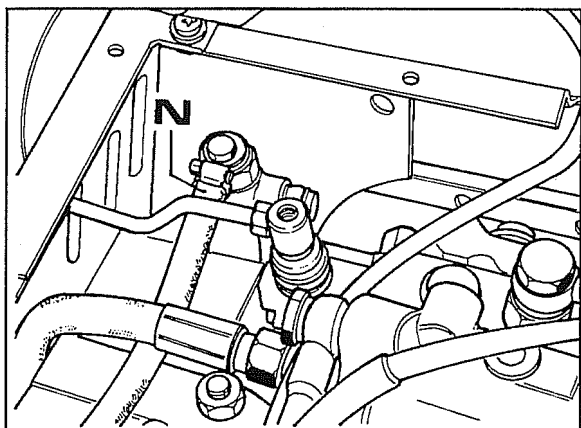
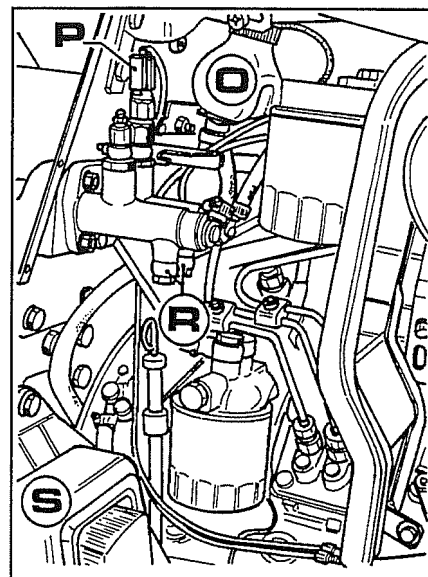

Fig. 11
Fig. 12
7. Depois de se ter esvaziado o depósito óleo travões **O** fig. 12, desligar o tubo de ida **N** fig. 11 da bomba do bloqueio diferencial.
8. Desligar os cabos eléctricos através dos blocos **P** fig. 12 do bolbo das luzes stop, retirando-os pela parte posterior.
9. Desligar os tubos de ida **R** fig. 12 das bombas dos travões, acompanhando-os na fase de separação da máquina para evitar danificá-los.
10. Retirar os guarda-lamas **S** e **T** de fig. 12 e 15 com relativas cablagens.